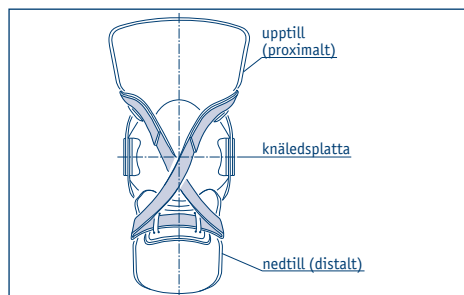

Fig. 4: Vid bakre draglåda
- Korset vrids 180° och förs in i de polstrade öglorna. För banden genom fästöglorna på den distala ledningen, korsa och för uppåt. Fäst proximalt (fig. 4).